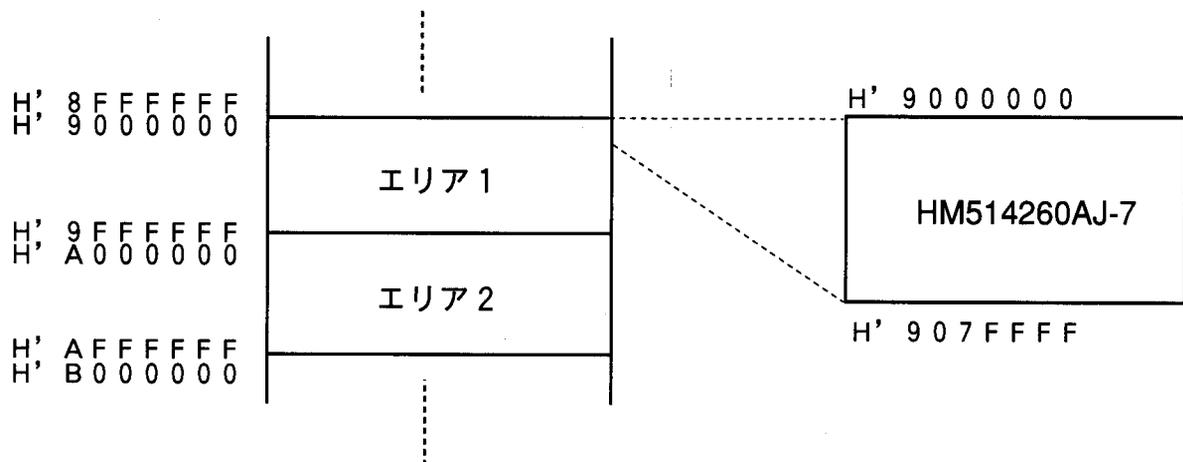

図2 メモリマップ
(2) 図2に示すように、SH7034のメモリ空間のうち、エリア1 (H' 90000000 ~ H' 9FFFFFFF) に割り当てます。また、エリア1のバスコントローラを以下のように設定します。